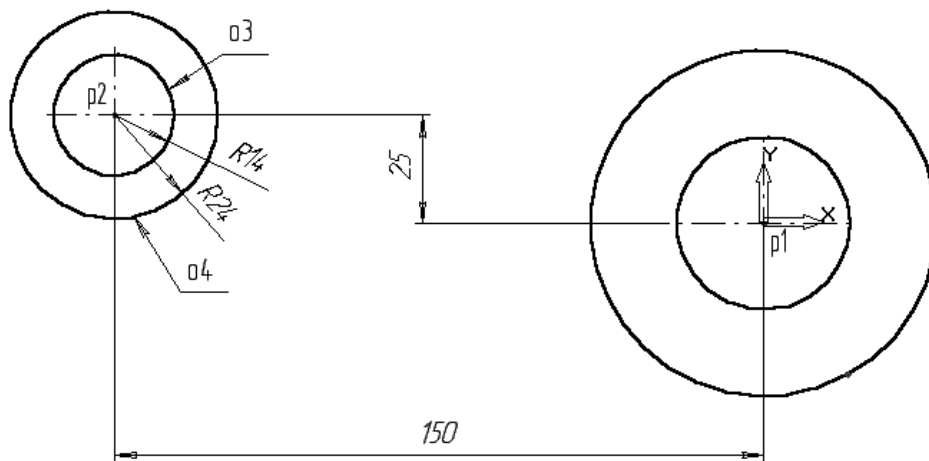

рис. 3.
- 4.Постройте окружность **o3**, рис. 3. с осевыми линиями и радиусом 14 мм .